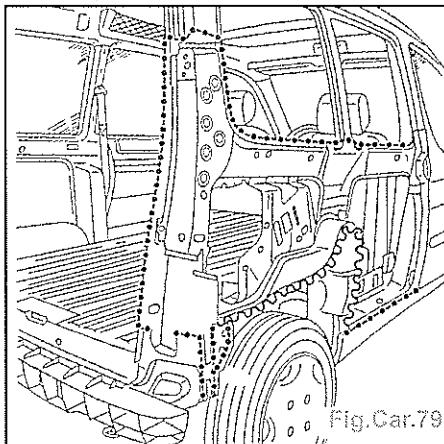

Fig.Car.79
- Préparation des bords d'accostage et protection par un apprêt soudable (Fig. Car.79).